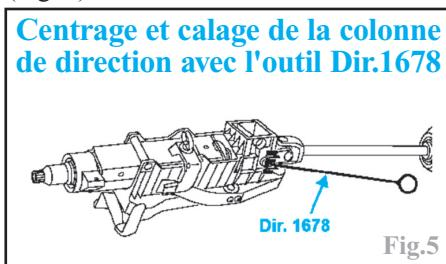

Fig.5
-center et caler la colonne à l'aide de la cale de colonne de direction (**Dir. 1678**) (Fig. 5).